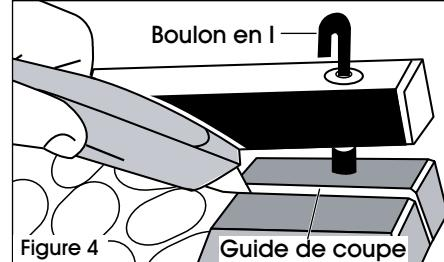

Figure 4
5. Adjust I-bolt on top of the feed clamp to packaging material thickness. Feed packaging material through the feed clamp from back to front. Tear material at the perforation or run a knife through the cutting surface channel to cut material to size. (See Figure 4)
- Réglez le boulon en I sur le dessus de la barre d'alimentation en fonction de l'épaisseur du matériau d'emballage. Faites passer le matériel d'emballage à travers la barre d'alimentation et la barre de coupe en allant de l'arrière vers l'avant. Déchirez le matériau au niveau de la perforation ou passez un couteau au long du guide de coupe pour le couper à la taille désirée. (Voir Figure 4)